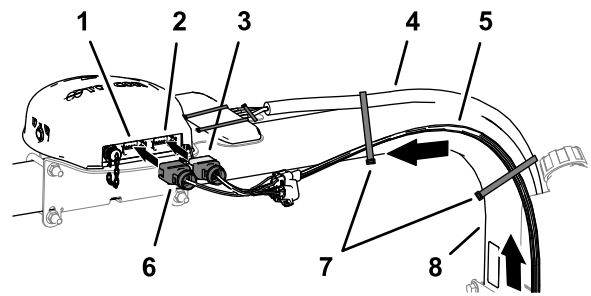

Figura 140
2. Enrute la rama de 302 cm (119\") del arnés de datos por el tubo derecho del ROPS con el conector hembra de 12 vías (**gris**) y el conector hembra de 12 vías (**negro**) hacia arriba hasta el receptor de navegación (Figura 140).
7. Sujete la rama de 302 cm (119") del arnés de datos al tubo derecho del ROPS con bridas, como se muestra en la Figura 140.